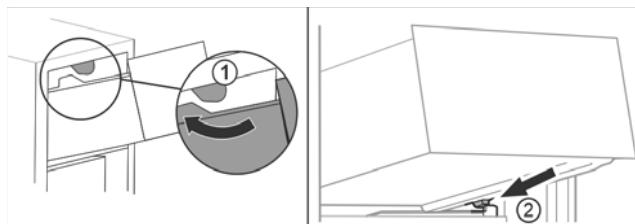

Fig. 14
- Fig. 14 (1)
- Наклоняя вниз, установите выдвижной ящик за нижние стопоры на контейнерное ребро. Fig. 14 (2)